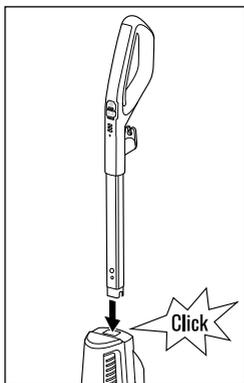

Fig. 1
- ◆ Spingere l'estremità superiore ❶ nell'apertura del lato superiore dell'apparecchio finché l'estremità superiore ❶ non s'innesca in modo udibile nell'apertura (vedere fig. 1).